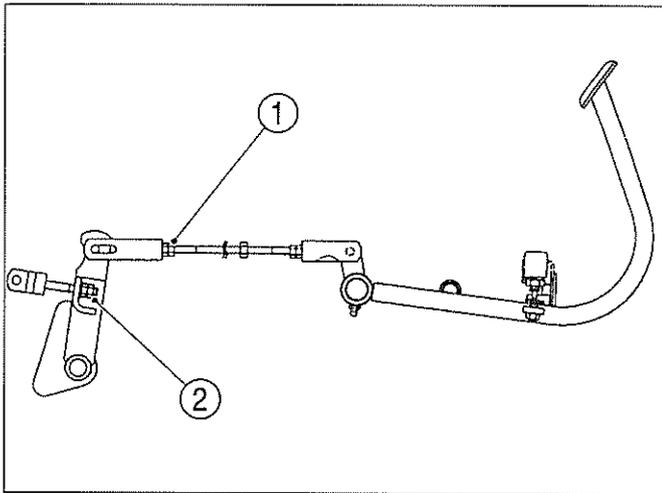

FIG. 67 / ABB. 67 / FIG. 67
FIG. 67 et 68 : Desserrez le contre-écrou (1) et réglez correctement le jeu de la pédale de frein.